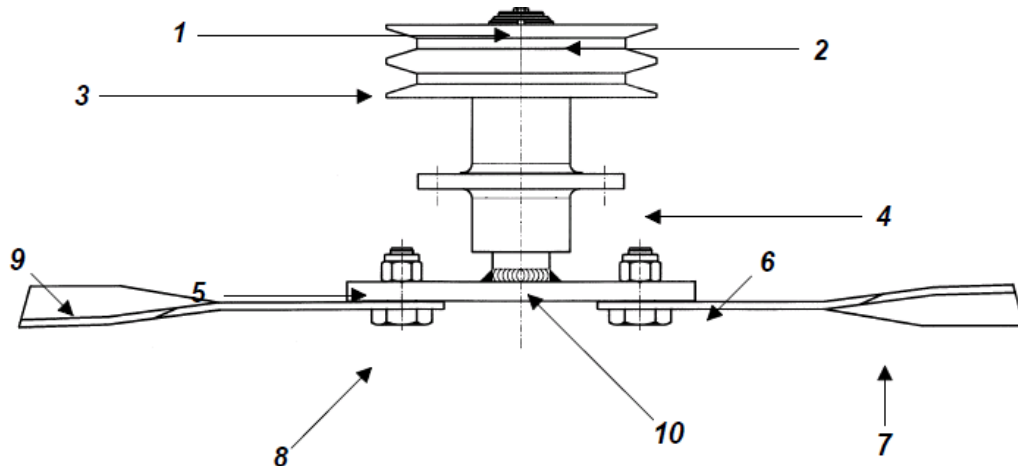

Fig. 8
1. Knivarna roterar medurs när man tittar på dem med klippdäcket upplyft i bakkant. Skärebben ska vara i samma riktning som rotationen. Lyft vingen ska vara närmast klippdäcket (**se fig. 8**).
2. Stoppa in knivbulten genom kniven och sedan genom rotorflänsen (**se fig. 8**). Lås med låsmutter på ovansidan av rotorflänsen.